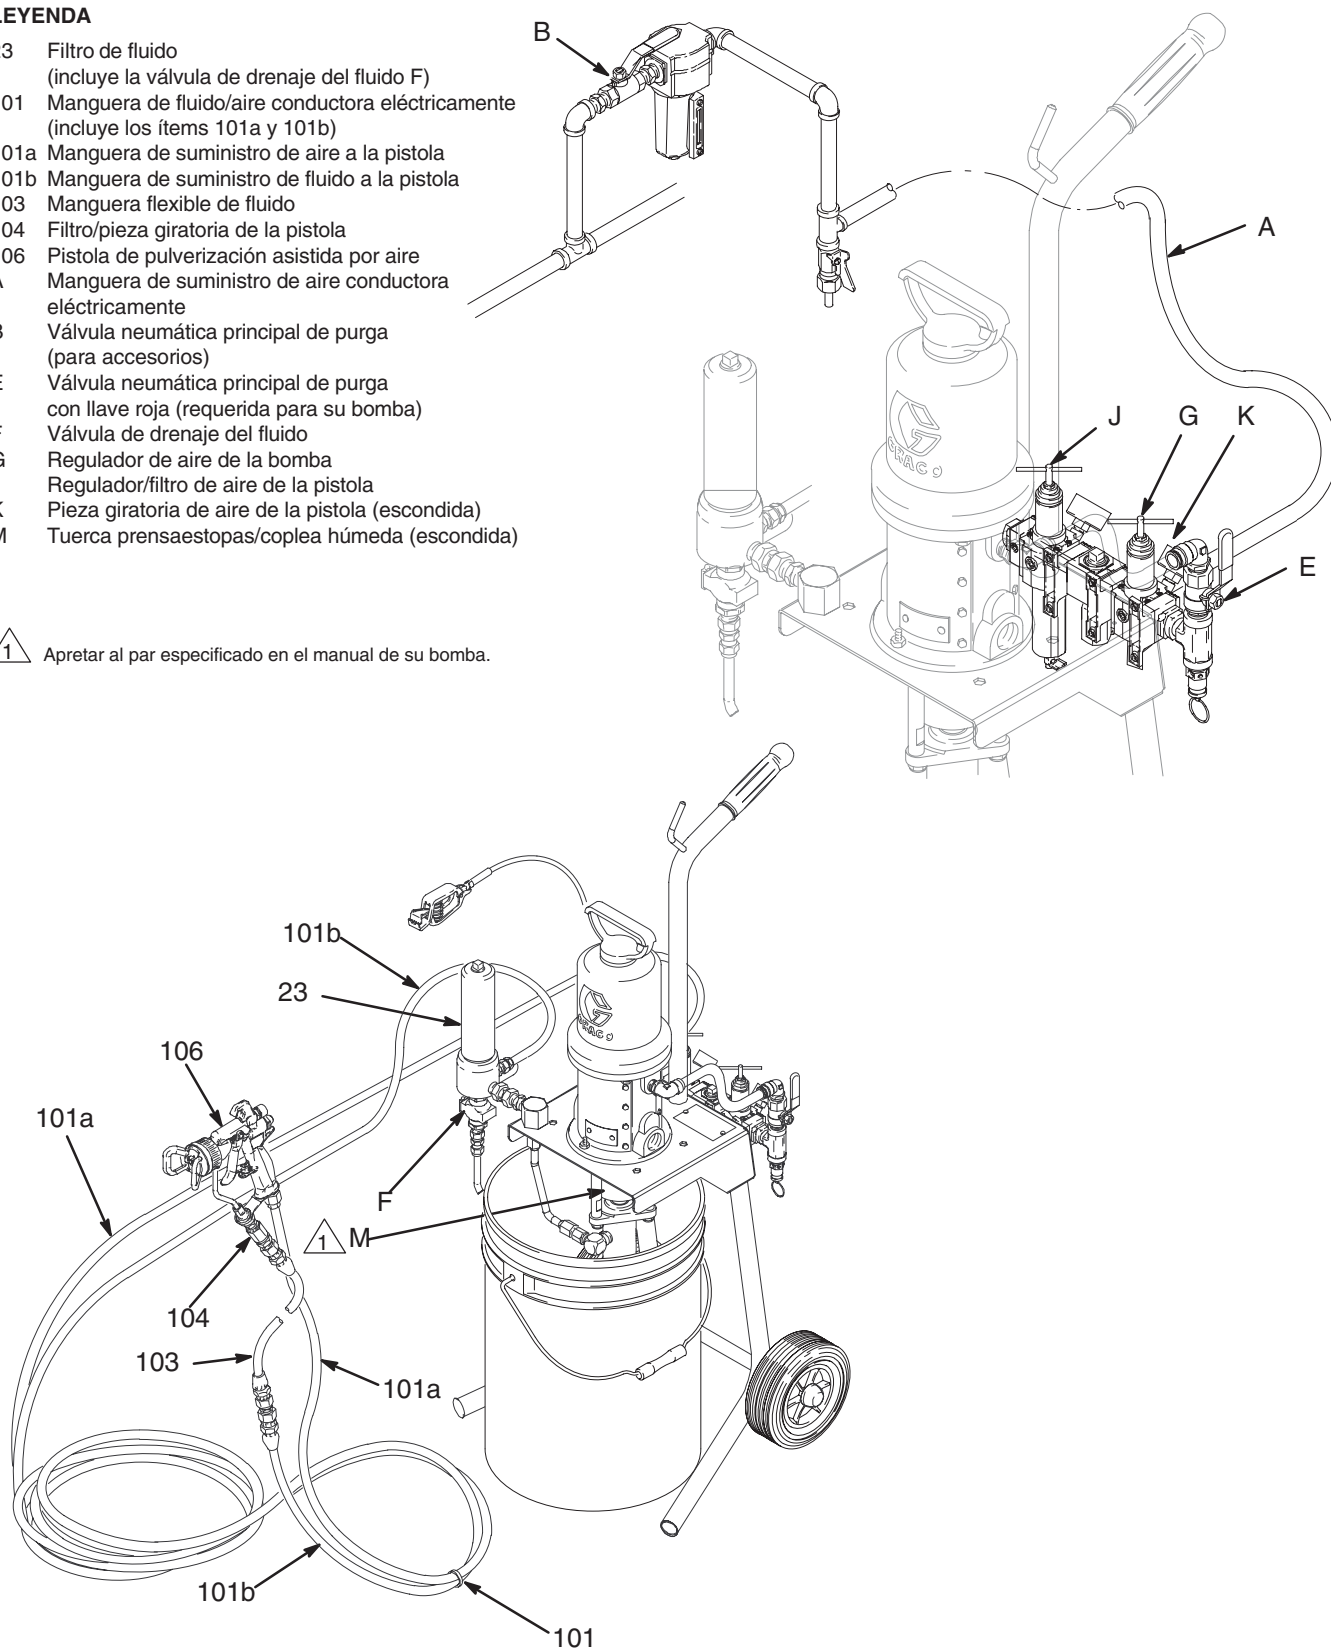

Fig. 3
2. Cierre la válvula neumática principal de purga con llave roja (E, requerida en su sistema). Vea la Fig. 3.
Antes de comenzar, llene la tuerca prensaestopas (M) a 1/3 de su capacidad con líquido sellador Graco (TSL) o un disolvente compatible. Vea la Fig. 3.
1. Vea la Fig. 3. Desmonte la protección de la boquilla y la boquilla de pulverización de la pistola (106). Consulte el manual de instrucciones de la pistola.
2. Cierre el regulador/filtro de aire de la pistola (J), el regulador de aire de la bomba (G), y las válvulas neumáticas de purga (B, E).
3. Cierre la válvula de drenaje del fluido (F).
4. Conecte la línea de aire (A) a la pieza giratoria de la entrada de aire (K).